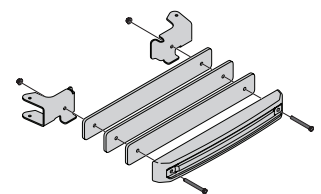

Figure 27
2. Fixez le poids et les plaques de poids aux supports de suspension à l'aide de deux vis à tête hexagonale de 3/8 po (710-3085) et de deux écrous (712-04065) comme illustré à la Figure 27.